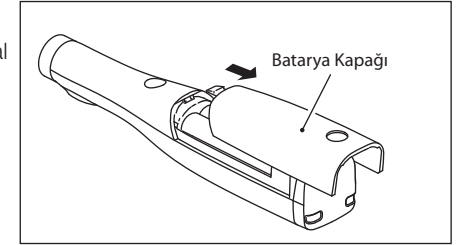

Fig. 15
4. Batarya kapağını başlığın arka ucuna doğru iterek kapağı yuvasından çıkartınız. (Fig. 15)